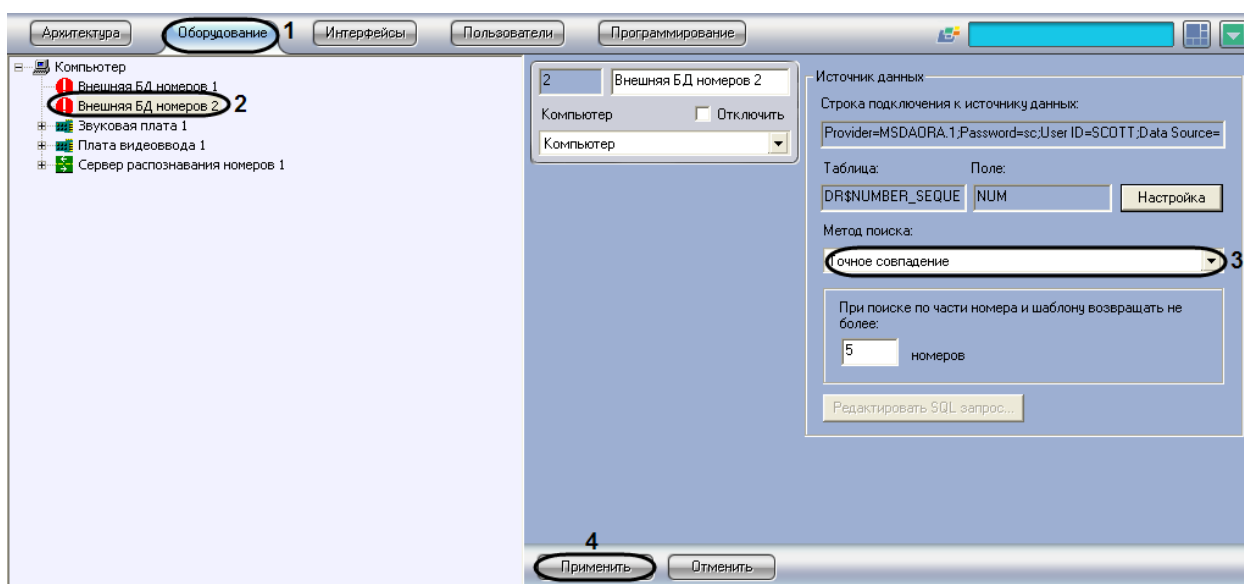

Рис. 7.5-10. Выбор метода поиска во внешней базе данных
1. Перейти на вкладку «Оборудование» диалогового окна «Настройка системы» (Рис. 7.5-10, 1).
2. Выбрать в дереве объект «Внешняя БД номеров» (Рис. 7.5-10, 2).
3. Из списка «Метод поиска» (см. Рис. 7.5-10, 3) выбрать требуемый метод поиска номеров во внешней базе данных (см. Таб. 7.5-1).
4. Нажать кнопку «Применить» (см. Рис. 7.5-10, 4).